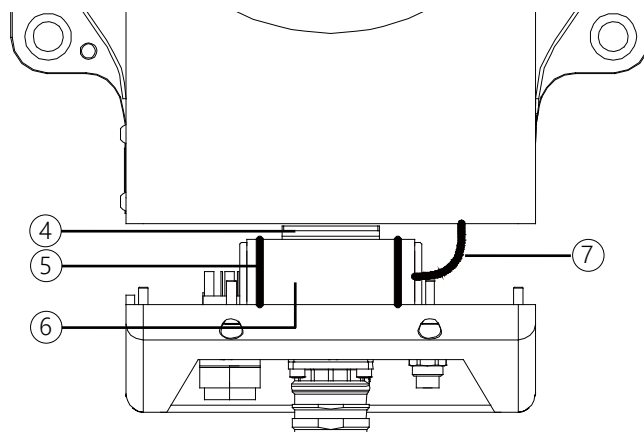

图 7-2 步骤 3
- ③ 步骤 3: 底座后盖分离至如下图 7-2 步骤 3 时, 可观察到电池由两根尼龙扎带捆绑在电池固定架上, 用偏口钳剪断尼龙扎带, 将电池转接线上的接插件拔开后即可将电池拿出。